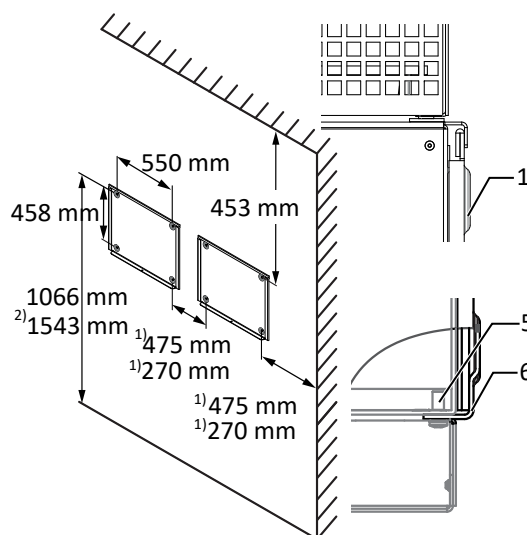

Abb. 11: Wandmontage
- Mindestabstände bei der Montage: [Siehe Abbildung 11] [► Seite 47]
- 2 Gerät über den Winkel zur Aufhängung in die obere Halterung einführen. Gerät vollständig auf den unteren Winkel aufsetzen, sodass Gerät bündig mit der Rückseite an der Halterung anliegt ( [Siehe Abbildung 11] [▶ Seite 47]).